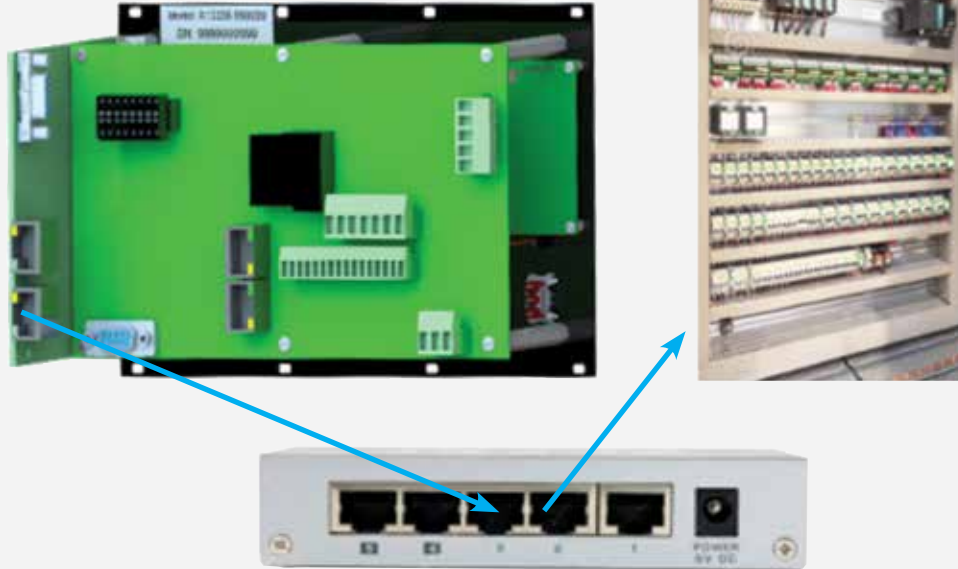

Figura 26: Connessioni cavo ethernet
2. Collegare il cavo bassa tensione (LV) al controller HV dell'MP2e come in figura 26. Stabilire il punto da cui si desidera far fuoriuscire il cavo bassa tensione (LV) dalla cabina di controllo e, nel caso non sia già presente, praticare una sagomatura per posizionarlo (figura 30). Far quindi passare il cavo LV attraverso la sagomatura.
3. Collegare i cavi ethernet all'MP2e come mostrato in figura 26. Effettuare le modifiche necessarie alla cabina di controllo in uso in modo che i cavi ethernet riescano a fuoriuscire dalla cabina.
La connettività ethernet fisica del Controller HV di MP2e è semplice da impostare. È sufficiente connettere un cavo ethernet (come specificato nella "Nota" precedente) da una delle porte ethernet nel DCP (Display and Communications Panel) sull'MP2e ad uno switch ethernet. Prendere quindi un altro cavo ethernet e connettere lo switch al PLC in uso o altro hardware di controllo automatizzato (figura 26). Le fasi di una configurazione ethernet sono dettagliate nel manuale di manutenzione dell'MP2e LN-9624-00.